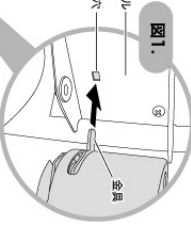

図1. ハンドルを本体フレームの穴に挿入してください。
- 図1のハンドル背面の穴に、本体フレームのヘッド部分から出ている金具を差込みます。
- 図1のように本体フレーム後部のバネの上にカゴフレームを乗せます。